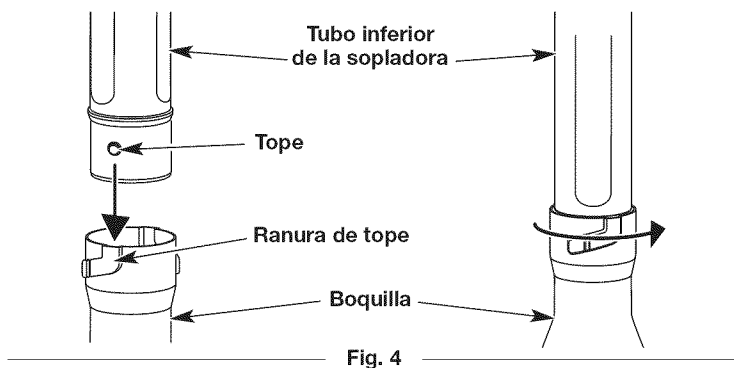

Fig. 4
1. Alinee el tope del tubo inferior de la sopladora con la ranura en la boquilla (Fig. 4).
2. Inserte el tubo inferior de la sopladora en la boquilla (Fig. 4).
3. Mientras sostiene el tubo inferior de la sopladora, gire la boquilla hacia la derecha hasta que trabe en su sitio (Fig. 4).